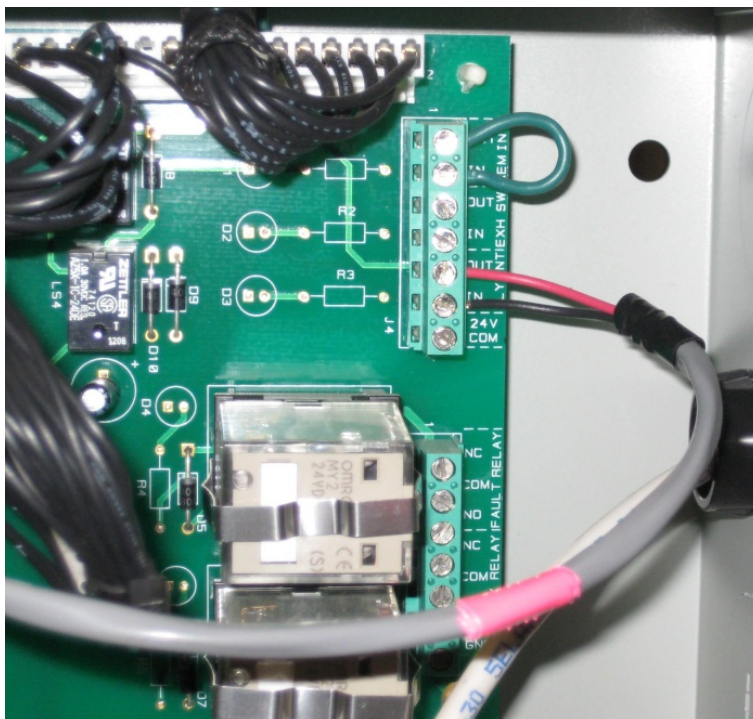

图2-14: 顺序隔离阀已经安装
2. 锅炉的 Shell Harness (外壳线束) 有一条未使用的电缆。电缆的一端连接到 I/O 板上的 DELAYED INTERLOCK (延迟联锁) 端子 (参见图 2-14), 而另一端则包含一个其中插入了跳线的 Molex 连接器 (此跳线使得没有顺序隔离阀的设备可以正常工作)。找到在设备的外壳内电缆的自由端。